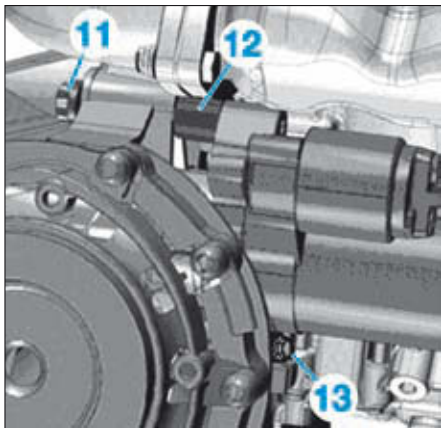

FIG. 11
- Déposer la vis supérieure (11) du démarreur (Fig.11).
- Déposer la vis (13) du démarreur (Fig.11).